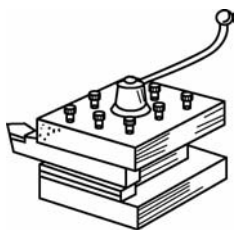
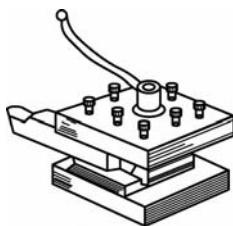

图 5-31 车刀装夹正确
图 5-32 车刀伸出过长
(1)将刀架安装面、车刀及垫片用棉纱擦净,把车刀安装在刀架上,车刀垫片应平整,无毛刺,厚度均匀,车刀下面的垫片应尽量少,垫片应与刀架的边缘对齐,且至少要用两个螺钉压紧,在不影响观察的前提下,车刀伸出部分的长度尽量短些,以增强其刚度。伸出长度以刀杆厚度的 1~1.5 倍为宜,如图 5-31 所示。车刀伸出过长,刀杆的刚度相对较弱,车削时容易产生振动,影响工件加工表面的表面质量,甚至使车刀损坏,如图 5-32 所示。